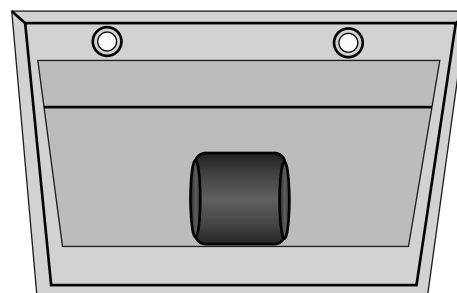

Figure 3
- Positionnez l'unité sur son dos sur une surface plate non abrasive – le devant vous faisant face (voir figure 3).
- Retirez les 2 filtres pour permettre l'accès à l'intérieur de l'unité (voir figure 3).